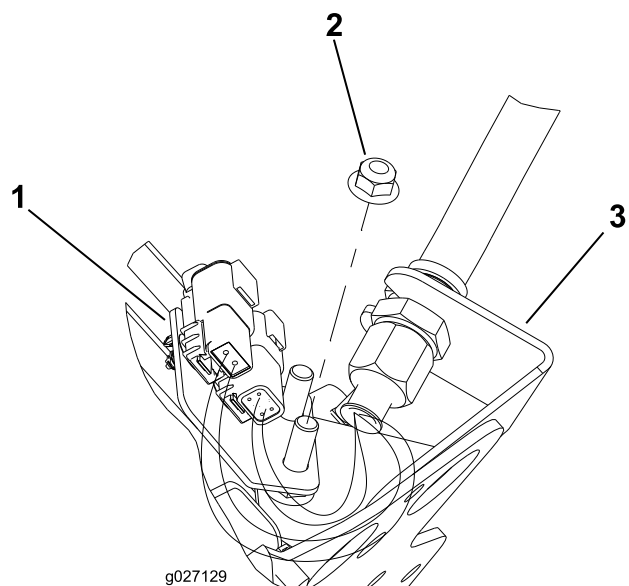
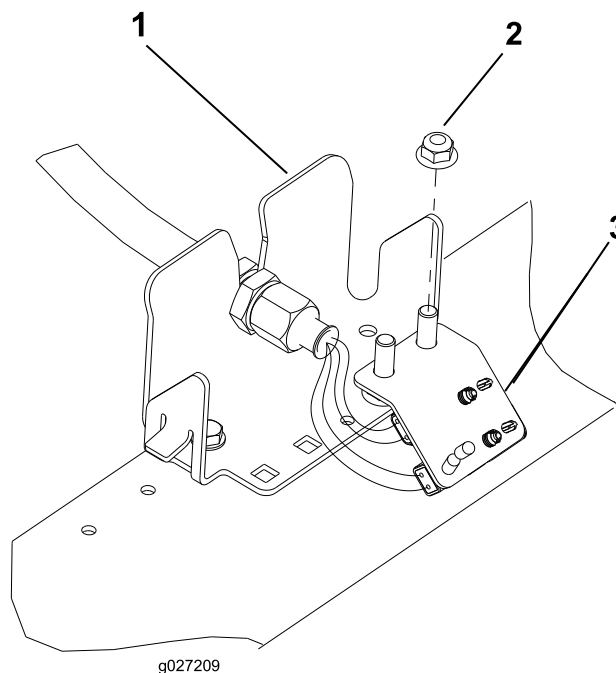

Рисунок 12
Рисунок 15
6. Повторите эти действия в остальных четырех местах перегородки, как показано на Рисунок 12 – Рисунок 15.